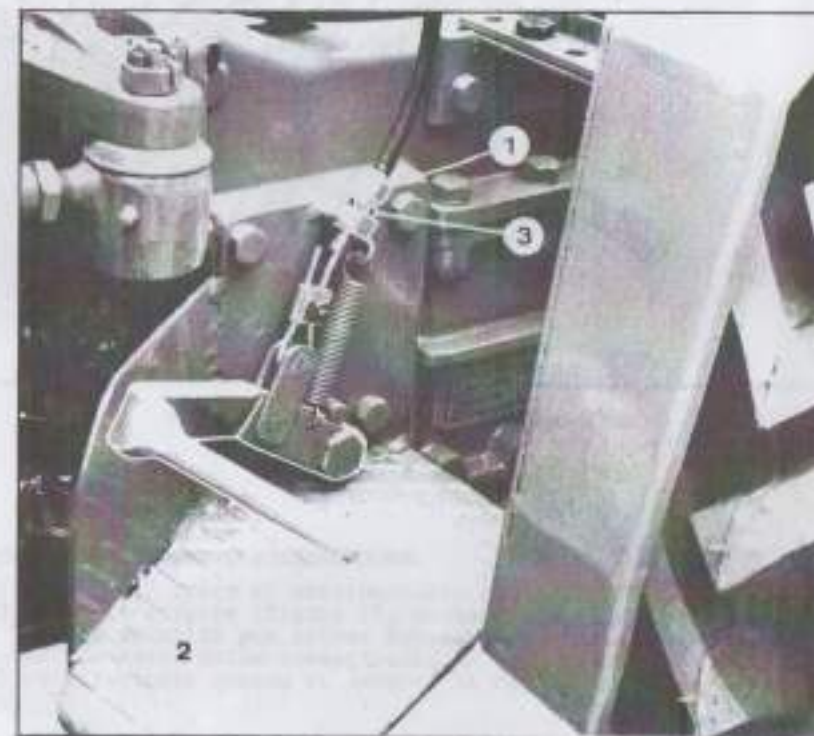

Fig. 14. Regolazione del comando frizione
Se la frizione non stacca completamente, regolare il cavo comando frizione mediante l'apposito tendifilo (1 fig. 14) fino a far compiere al pedale (2) una corsa a vuoto di 15 mm indi serrare il controchiodo (3)